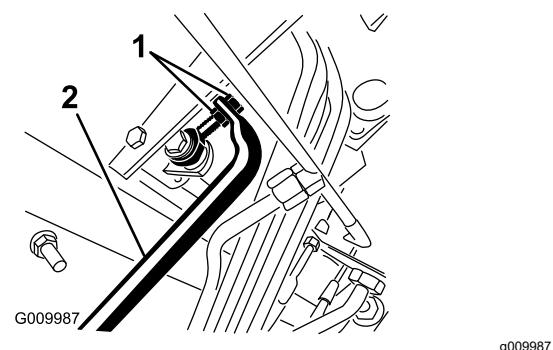

图 71
- 调节泵杆端的锁紧螺母向前移动泵控制管防止前进向后移动泵控制管防止后退 (**图 71**)。